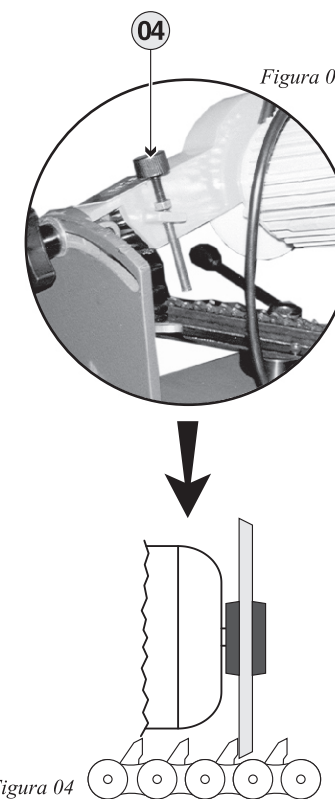

Figura 04
Para a regulagem da divisão do dente, solte o parafuso (05) e posicione o dente da corrente encostado no rebolo. Figura 04.